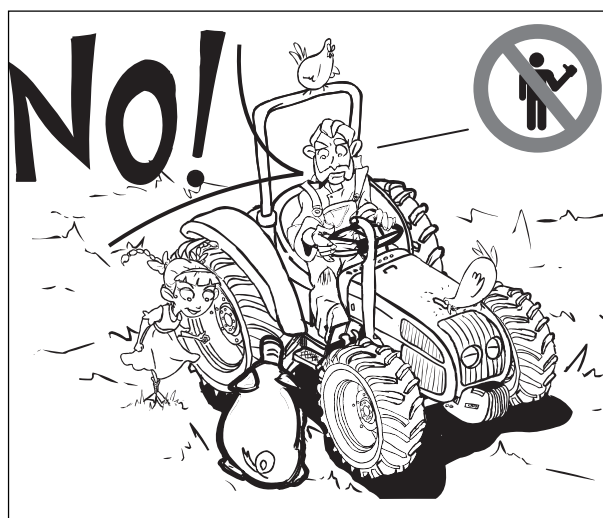

Fig. 2-16
**ADVARSEL:** Traktoren er projekteret til blot at skulle betjenes af en person. Lad IKKE andre stige op på traktoren eller redskaberne (fig. 2-16). I nogle lande er det påkrævet at montere et passagersæde. Lad ikke nogen personer stige op på redskaberne eller udstyret (herunder anbhængere). Dette gælder dog med undtagelse af visse former for høstredskaber, der muliggør transport af en passager, men dette må kunne finde sted i forbindelse med høst (og ikke under kørslen). Disse former for udstyr skal være forsynede med mærkater, som fastsætter området, hvor påstigning kan finde sted på sikker måde. Lad IKKE børn sidde på traktoren.